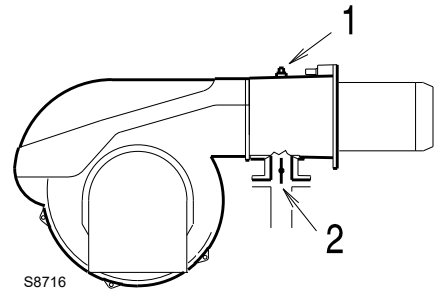

Fig. 24
Pression de gaz mesurée à la prise 1)(Fig. 24), avec :
Perte de charge vanne papillon gaz 2)(Fig. 24) avec ouverture maximale : 90°.
- soustraire de la pression du gaz à la prise 1)(Fig. 24) la pression dans la chambre de combustion.
Pression de gaz à la prise 1)(Fig. 24) = 16 mbars
Pour connaître par contre la pression de gaz nécessaire à la prise 1) (Fig. 24), après avoir défini la puissance de modulation maximale à laquelle on désire faire fonctionner le brûleur :
- Lire sur la droite, colonne 1, la pression à la prise 1) (Fig. 24).
pression nécessaire à la prise 1)(Fig. 24).